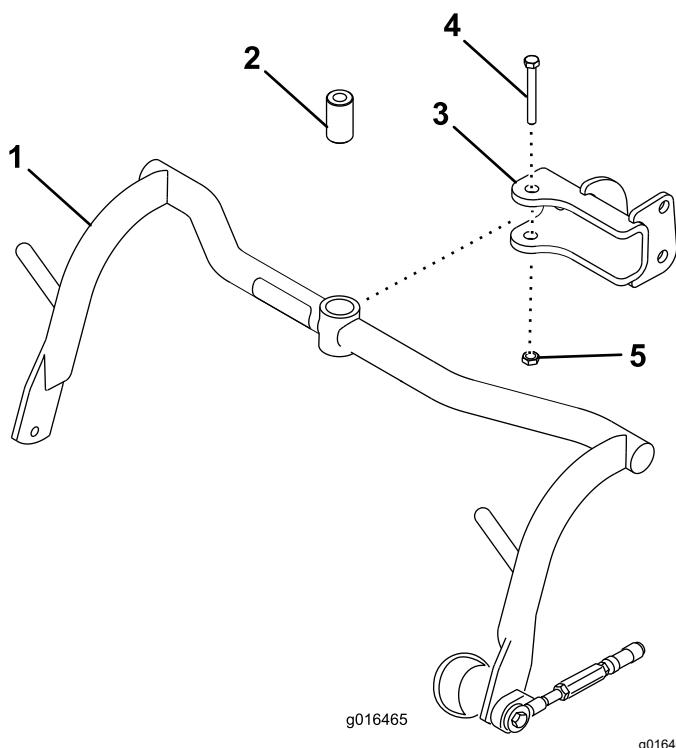

Figure 5
1. Montez un bâti porteur sur chaque chape avec une entretoise, un boulon ($\frac{1}{2}$ " x 3 $\frac{1}{4}$ "") et un contre-écrou ($\frac{1}{2}$ "") ; voir Figure 5. Serrez à un couple de 91 à 113 N·m.